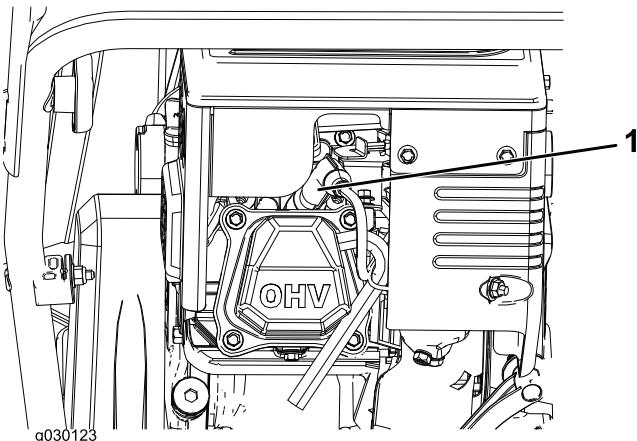

Figura20
1. Scoateți carcasa (Figura20).